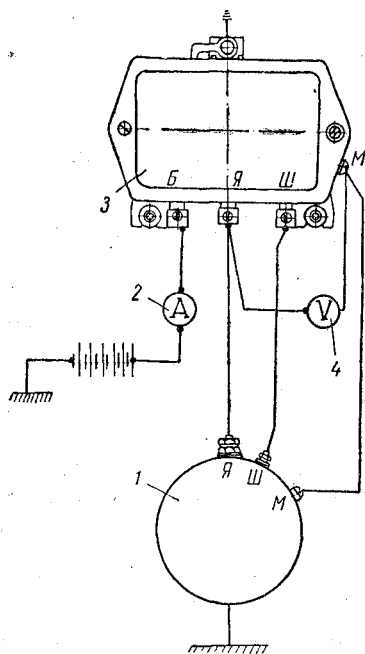

Рис. 89. Схема соединений для проверки реле-регулятора:
**Проверка реле обратного тока.** Для проверки реле обратного тока отсоединяют провод, идущий к клемме *Б* реле-регулятора, и между этим проводом и клеммой *Б* включают амперметр (рис. 89).